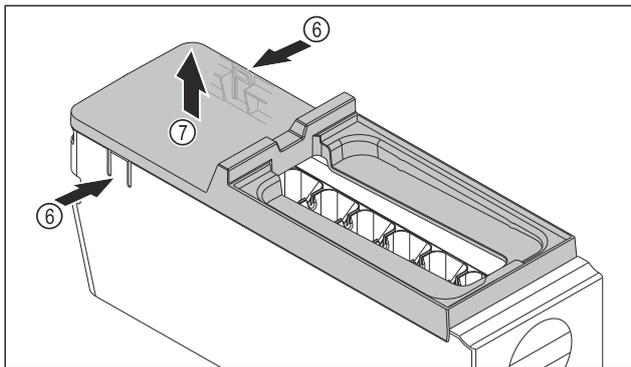

Fig. 122
- ▶ 取出 EasyTwist-Ice 机身的盖板：用一只手按压 EasyTwist-Ice 机身两侧的接片 Fig. 122 (6)。
- ▶ 用另一只手朝上取出盖板 Fig. 122 (7)。